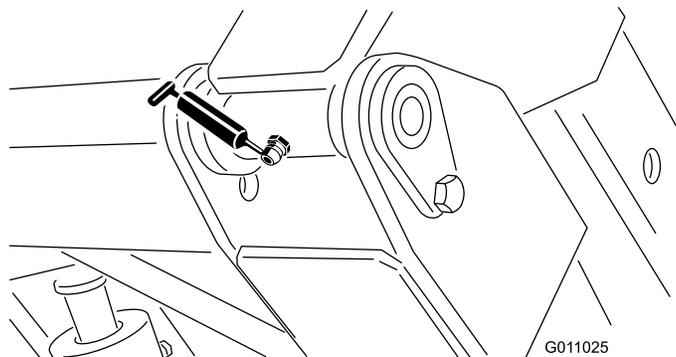

Рисунок 32
- Ось поворота бункера (верхняя) (2 шт.) (Рисунок 32).